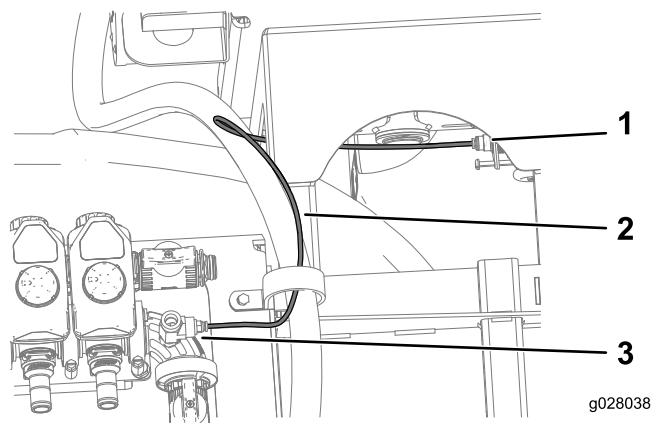

图15
8. 将压力传感器线连接至压力表连接器上的 T 形弯头和阀门（图15）。